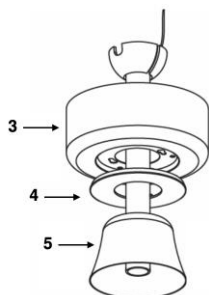

fig. 4
4. Insérez le couvercle de chape (n° 5), l'anneau décoratif (n° 4) et la monture (n° 3) sur la tige de descente (fig. 4).